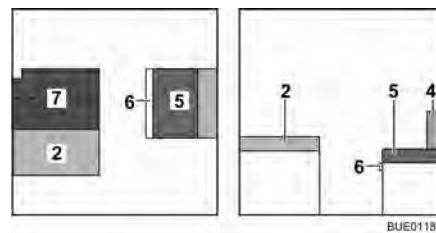

Fig. 115 Durante la transformación
- Desplegar el cojín adicional (Fig. 115,7) y colocarlo en la mesa.